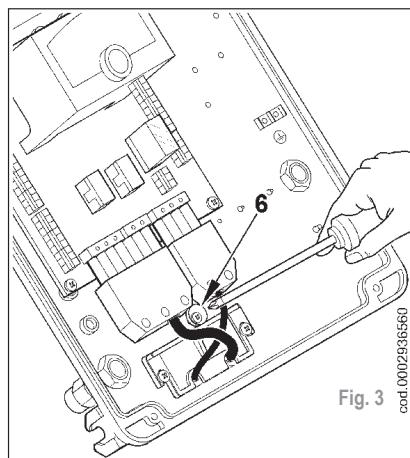

Fig. 3
- Repositionner la plaquette serre-câbles d'après la figure 3. Tourner l'excentrique (6) de manière à ce que la plaquette exerce une pression adéquate sur les deux câbles, puis serrer les vis qui fixent la plaquette. Brancher enfin les deux fiches à 7 et 4 pôles.